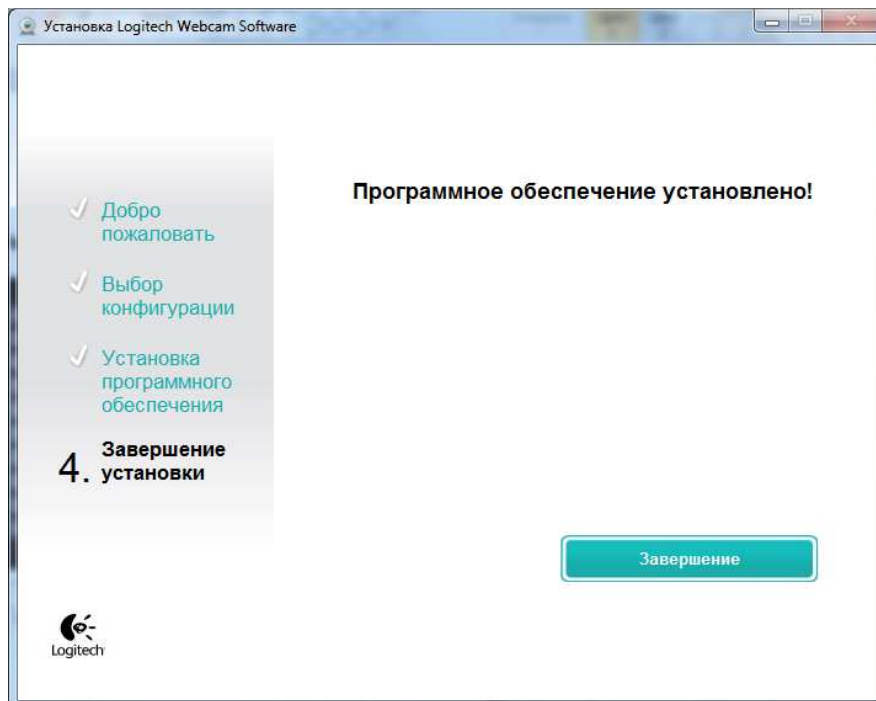

Рис.20.
7. Нажать кнопку «Завершение» (Рис.20).